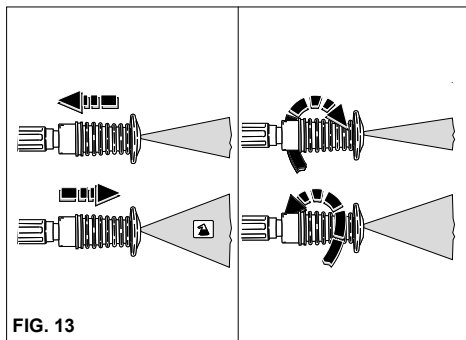

FIG. 13
USO DE LA BOQUILLA REGULABLE MULTIREG (fig. 13)
- Cuando no utilice la hidrolimpiadora, cierre el dispositivo de seguridad de la empuñadura. (fig. 13)
2) Accionar la hidrolimpiadora, activar el mando de aspiración del detergente que se encuentra en la lanza (fig. 13) y cubrir la superficie por lavar actuando de abajo hacia arriba. Dejar que haga efecto durante algunos minutos.